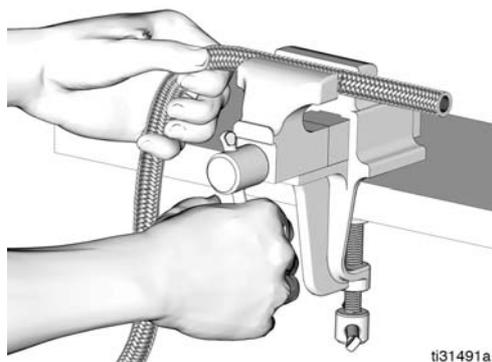

FIG. 56
1. Placer l'extrémité du tuyau dans un étau (FIG. 56).